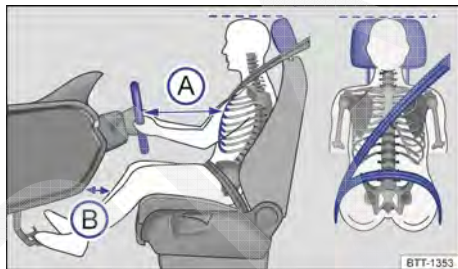

Fig. 34 Posição do banco correta e posição do cinto de segurança correta.
- Ajustar o apoio para cabeça de modo que a borda superior do apoio para cabeça se encontre preferencialmente na mesma linha da parte superior da cabeça – porém não abaixo da altura dos olhos. Posicionar a parte posterior da cabeça o mais perto possível do apoio para cabeça → Fig. 34.